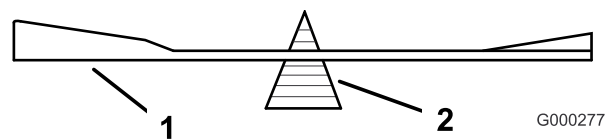
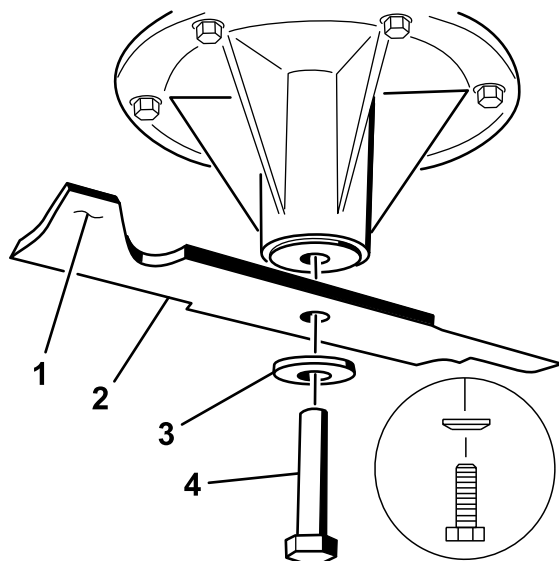

Figura 95
Figura 96
1. Instale la cuchilla en el eje (Figura 96).
2. Instale la arandela de muelle y el perno de la cuchilla. El cono de la arandela de muelle debe estar orientado hacia la cabeza del perno (Figura 96). Apriete el perno de la cuchilla a 115-150 Nm (85 –110 pies-libra).
2. Verifique el equilibrio de la cuchilla colocándola sobre un equilibrador de cuchillas (Figura 95). Si la cuchilla se mantiene horizontal, está equilibrada y puede utilizarse. Si la cuchilla no está equilibrada, rebaje algo el metal en la parte de la vela solamente (Figura 96). Repita este procedimiento hasta que la cuchilla esté equilibrada.